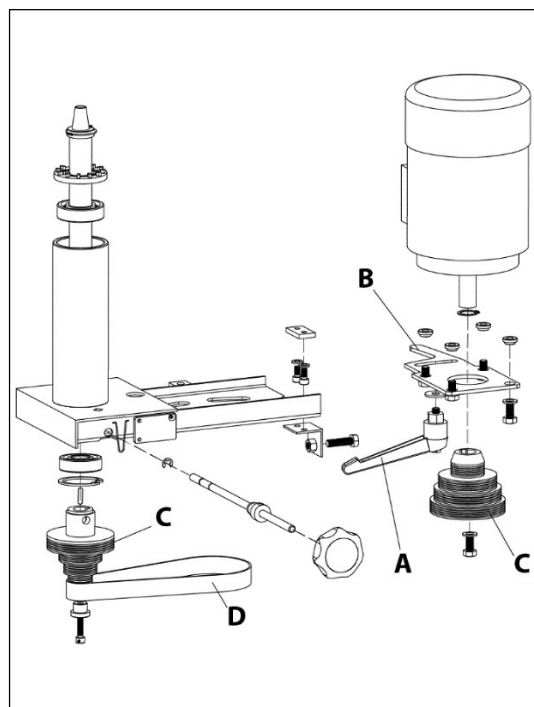

Рисунок 16.
- Ослабьте ручку фиксатора **А** (рис.16).